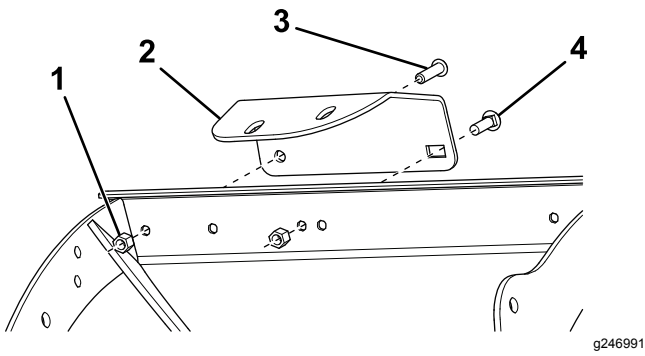

Bild 2
5. Die Grundplatte der Federhalterung mit einer Schlossschraube ($\frac{3}{8}$ "), Bundkopfschraube und 2 Kontermuttern (Bild 2) lose am Pflug befestigen.